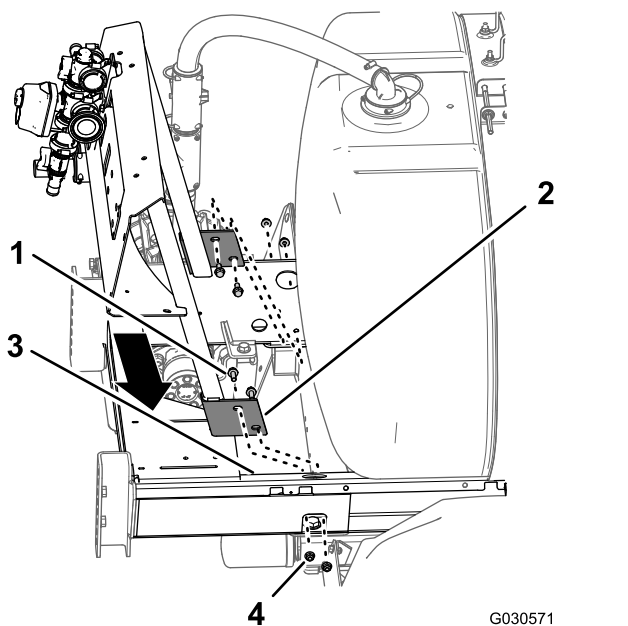

Figura 100
1. Alinee los orificios de la brida del bastidor del distribuidor para el sistema de 10 válvulas con los orificios en el soporte del chasis del fumigador (Figura 100).
2. Monte el bastidor del distribuidor en el chasis del fumigador (Figura 100) con los 4 pernos con arandela prensada ($\frac{3}{8}$ " x 1") y las 4 contratuercas con arandela prensada ($\frac{3}{8}$ ") que